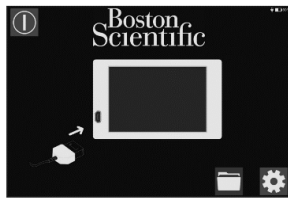

図1 ホーム画面
- ① モニタの取扱説明書に従ってモニタの電源を入れる。
- ② 「ホーム」画面が表示されたら、前面パネルの接続口に本品を接続する(図1参照)。